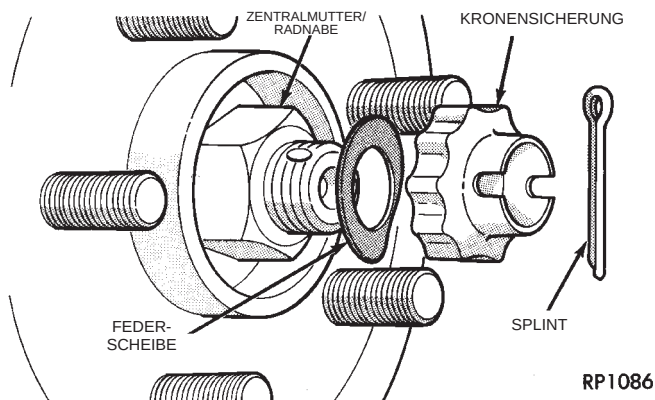

Abb. 39 Splint, Kronensicherung und Federscheibe ausbauen
(1) Splint, Kronensicherung und Federscheibe von der Radnabe abbauen (Abb. 39).